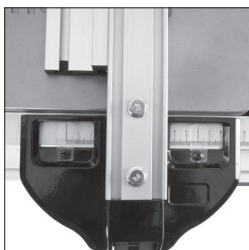

Fig. 31
**Nota:** cuando se usa el tope guía en el lado izquierdo de la hoja, use la ventana de visualización izquierda para leer las escalas. Cuando se usa el tope guía en el lado derecho de la hoja, use la ventana de visualización derecha para leer la escala (Fig. 31). La escala se debe considerar como una guía útil. No sustituye un marcado minucioso y preciso.